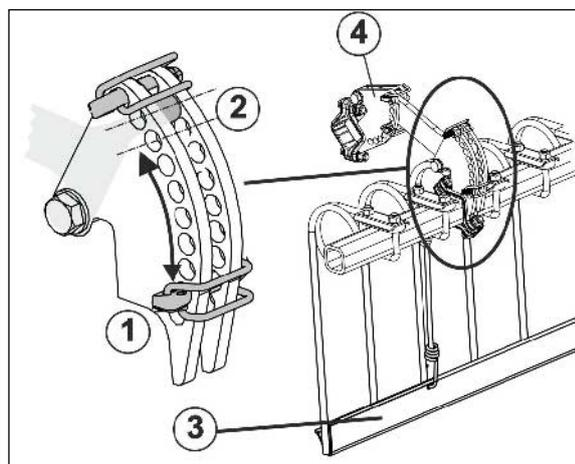

Fig. 36
- Die Maschine besitzt je Ausleger eine Einstellmöglichkeit des Scheibenversatzes (Fig. 36)